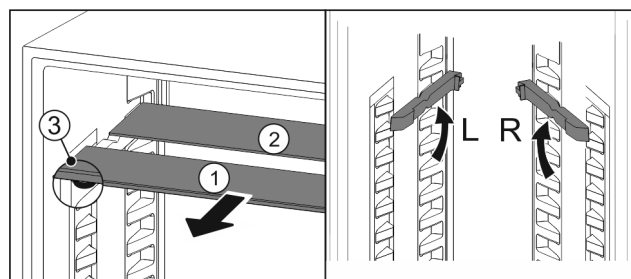

Fig. 90
- Sortir les tablettes par l'avant Fig. 90 (1).
- ▷ La tablette en verre Fig. 90 (1) avec bordure décorative est située à l'avant.
- ▷ Les butées Fig. 90 (3) sont orientées vers le bas.